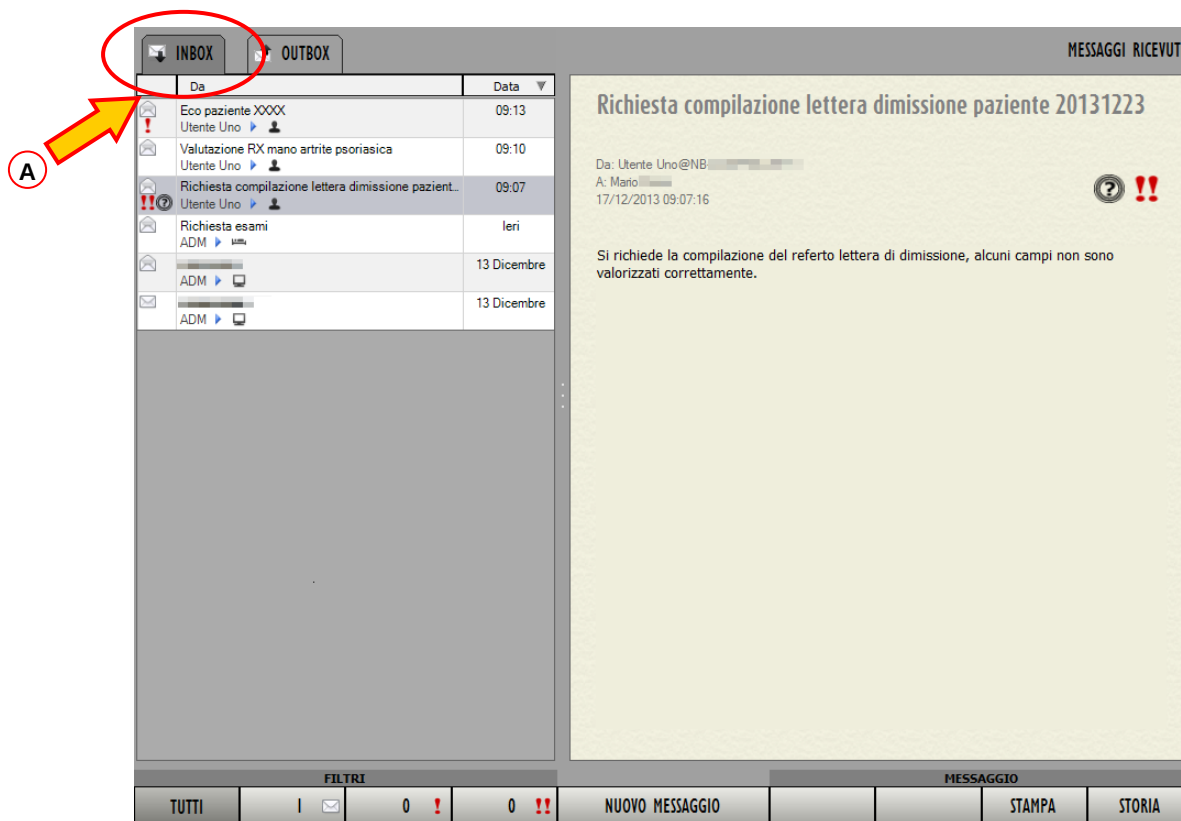

Fig 60
La schermata “Inbox” (Fig 60) è visualizzata automaticamente nel momento in cui si accede al sistema.
- Cliccare l'etichetta  posta in alto a sinistra (Fig 60 A).